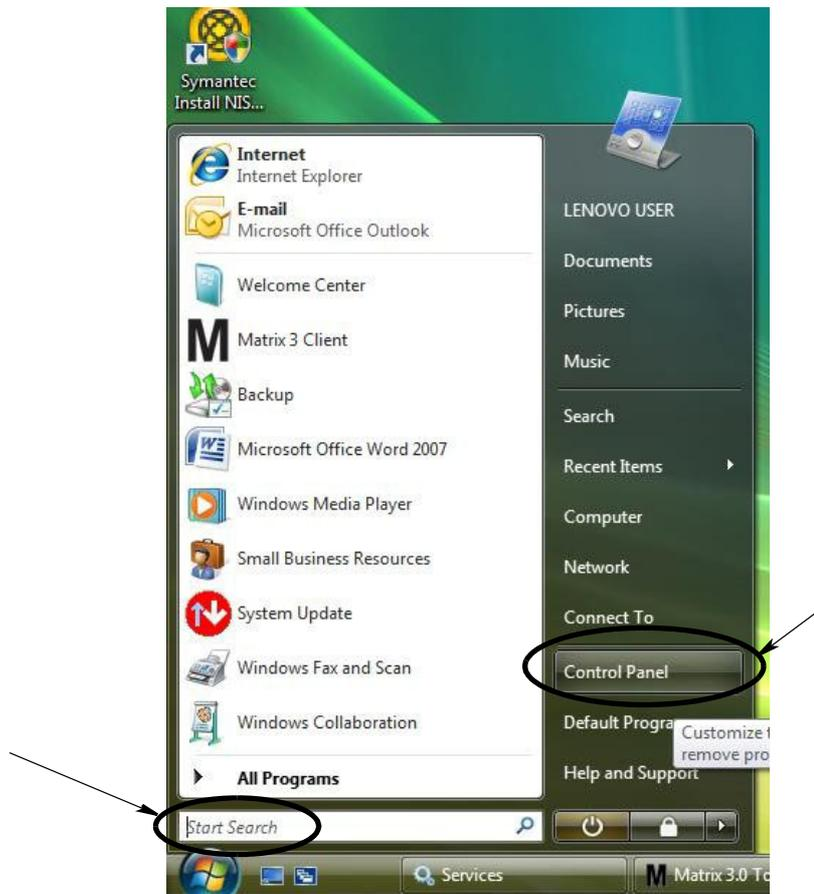

FIG. 32
1. Sul desktop di Windows Vista selezionare Start / Cerca / Pannello di controllo (FIG. 32).